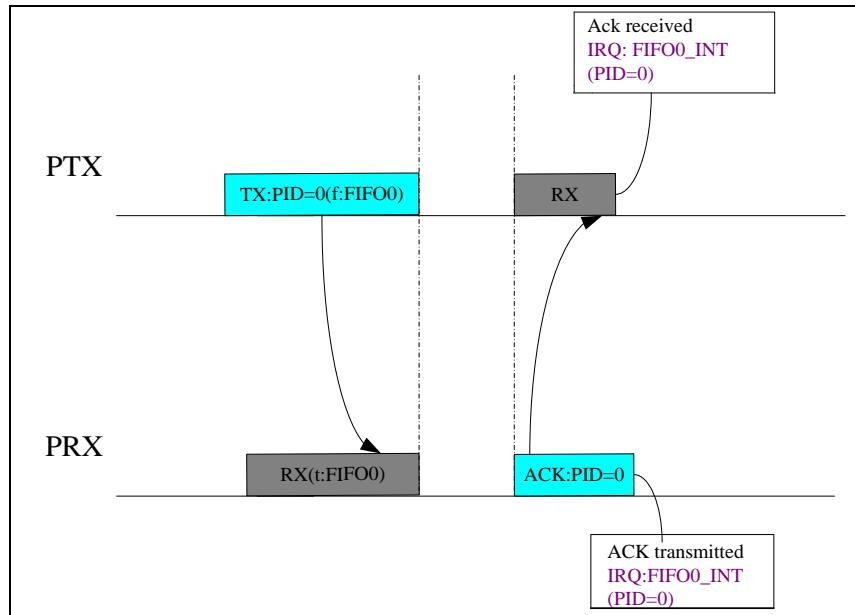

图 6-7 ACK 使能正常通讯中断示意图
- ◇ 当 PTX 与 PRX 同时使能当前通信 PIPE 的 ACK 功能后 ( $Pn\_EN = '1'$  并且  $Pn\_ACKEN = '1'$ )。PRX 在正确接收一帧数据后由 RX 模式自动切换为 TX 模式发送 ACK 帧，并在完成 ACK 帧发送后置起 FIFO0\_INT (0x11) 中断标志位（详见图 6-7）。PTX 在一帧数据发送完成后由 TX 模式自动切换为 RX 模式等待接收 ACK 帧，并在成功接收到 ACK 帧后置起 FIFO0\_INT 中断标志位（详见图 6-7）。
ACK 使能情况下( $Pn\_ACKEN=1$ )，PTX 在成功接收 ACK 后，中断标志位 **FIFO0\_INT** 将置'1'。若 PRX 成功接收数据包（PHR 与 PSDU 正确），在回复 ACK 后中断标志位 **FIFO0\_INT** 将置'1'，如图 6-7 所示。